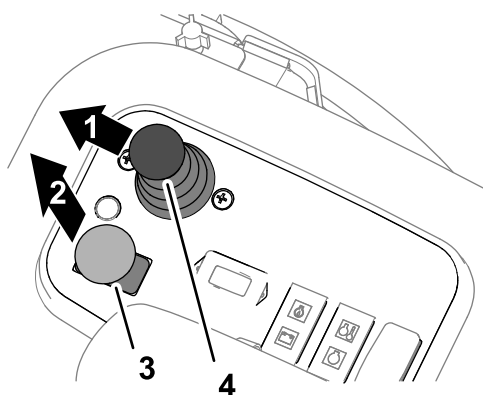

Figura 100
3. Desloque a alavanca de descida e corte/elevação para a frente (Figura 100).